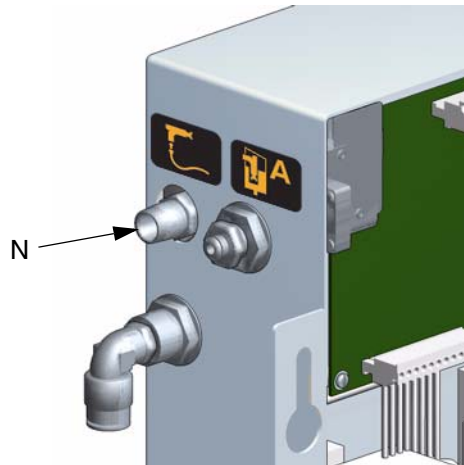
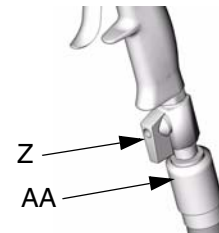
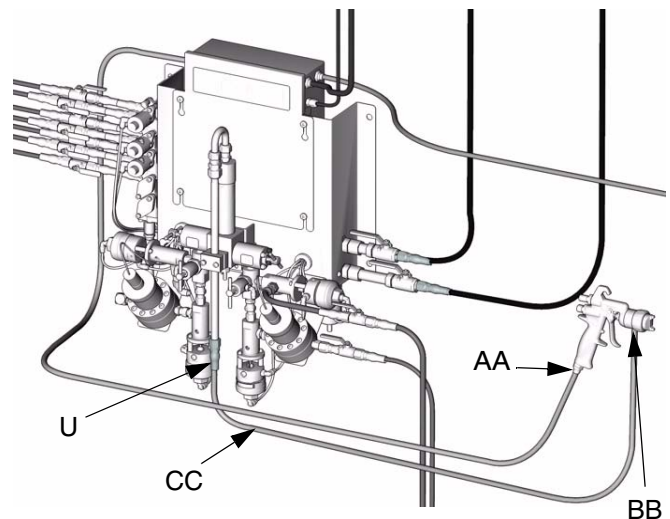

FIG. 9
FIG. 10
FIG. 11
- **Sistemas sin caja lavapistolas**, conecte la línea de suministro de aire la pistola entre la salida  (N - FIG. 9) de aire de la pistola en el panel de fluido y la entrada (AA - FIG. 10) de aire de la pistola de pulverización.
- **Sistemas con caja lavapistolas**, conecte la línea de suministro de aire la pistola entre la salida  (N - FIG. 9) de aire de la pistola en el panel de fluido y la válvula de cierre de seguridad del aire de atomización. Consulte el manual de la caja lavapistolas 310695.
Instale una válvula de cierre tipo purga (Z) en la línea de suministro de aire de la pistola o en la entrada (AA) de aire de la pistola. FIG. 10, FIG. 11.
4. Conecte la línea de suministro de fluido de la pistola (CC) entre la salida (U) del mezclador estático del colector de fluido y la entrada (BB) de fluido de la pistola. FIG. 11.